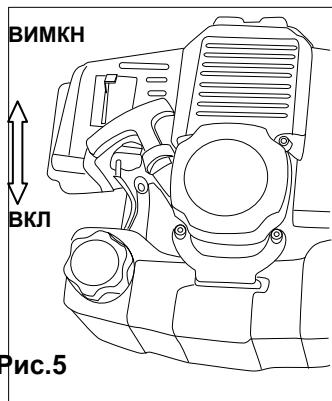

Рис.5
2. Переведіть дросельний важіль в положення закрито (Рис.5).